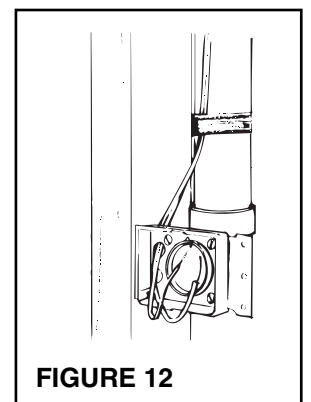

FIGURE 12
9. Voir la figure 12. Le fil basse tension (modèle 376-UL) doit être raccordé au moment de l'installation du tuyau. Fixez le fil au tuyau au moyen de ruban adhésif, puis faites passer le fil dans l'orifice prévu à cet effet de l'encastrement.